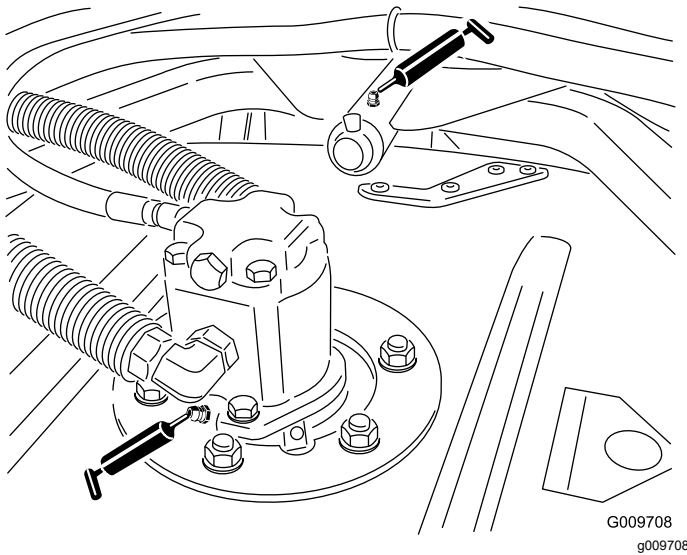

图 40
- 滚刀组铰轴轴承每个滚刀组 2 个如图 40 所示
- 滚刀组承载臂轴套每个滚刀组 1 个如图 40 所示